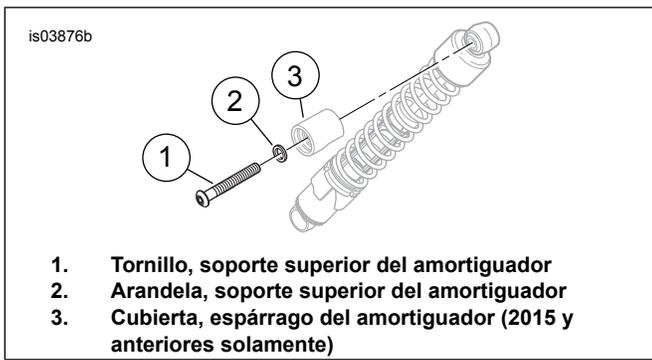

Figura 2. Soporte superior de los amortiguadores traseros
2. Vea Figura 2. Extraiga el perno 1/2-13 (1), la arandela (2) y la cubierta del amortiguador (3). Deseche el perno y la cubierta, pero guarde la arandela para la instalación posterior.